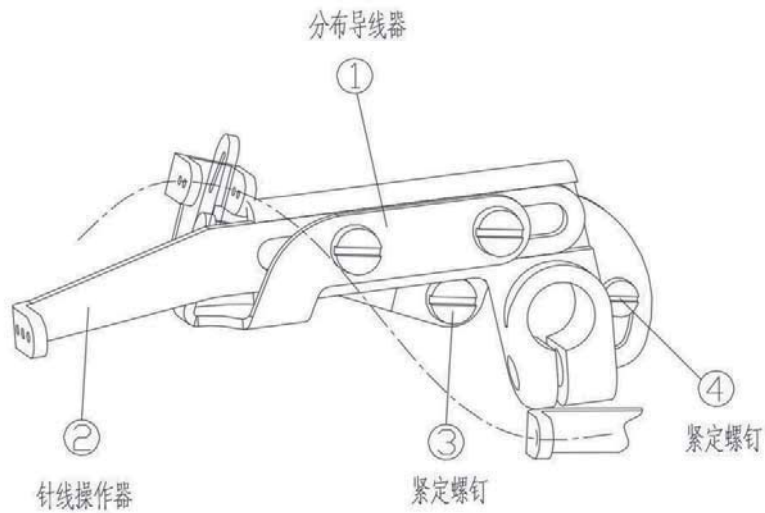

Figure 8-3
分布导线器①在最高点时，松开紧定螺钉③，分布导线器的导线线道里侧上端调整成与分布导线器的长槽下端一致，然后拧紧紧定螺钉③（图 8-3）。
① at the top point , release set screw③ , make the top of inner guide line fix to the bottom of guider slot, then tight the set screw ③ ( Figure 8-3 ) 。